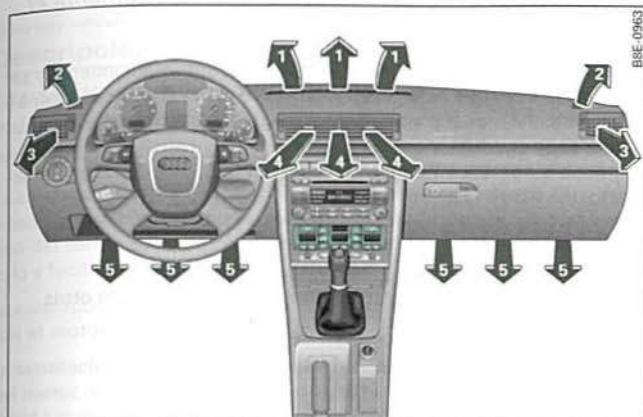

Fig. 124 Tablero de instrumentos: Disposición de los difusores de aire
Los difusores de aire ⇒ fig. 124 ③ y ④ pueden manejarse de la siguiente manera.
Las tres teclas tienen el siguiente significado. Los números hacen referencia a los difusores de aire ⇒ fig. 124.
⇒ página 125, fig. 124.